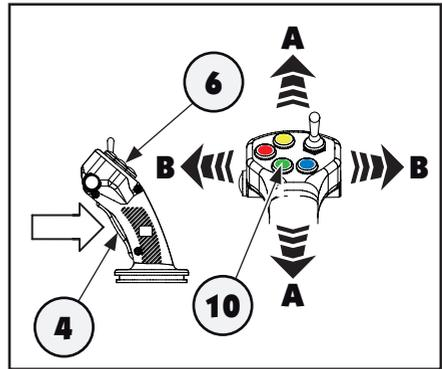
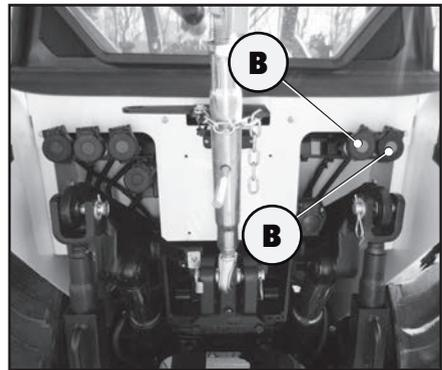

Abb. 5.73
Abb. 5.74
Wenn der Joystick (6) in die in der Abbildung (Abb. 5.73) gezeigte Richtung "A" bewegt und gleichzeitig die Sicherheitstaste (4) (Tot Mann-Taste) und die grüne Taste (10) gedrückt werden, heben oder senken sich die Arme des Heckhebwerks.
Wenn der Joystick (6) in die in der Abbildung (Abb. 5.73) gezeigte Richtung "B" bewegt und gleichzeitig die Sicherheitstaste (4) (Tot Mann-Taste) und die grüne Taste (10) gedrückt werden, werden die Schnellkuppler gespeist, wie in Abbildung (Abb. 5.74) dargestellt.